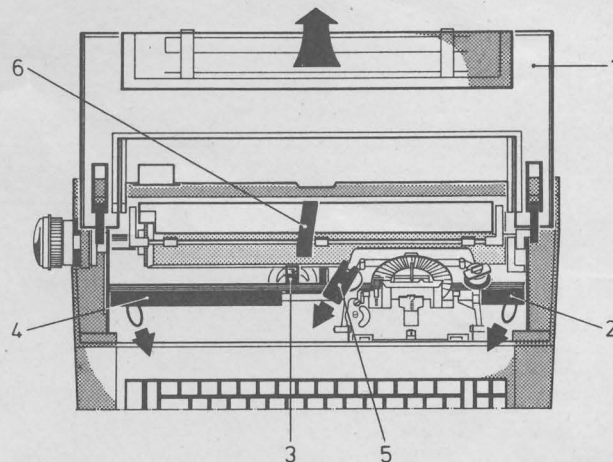

Fig. 1
5. Gelbe Transportsicherung (4) auf der linken Seite in Pfeilrichtung entfernen (Abb. 1).
6. Gelbe Transportsicherung (5) in Pfeilrichtung entfernen.
7. Klebestreifen (6) abziehen.
1. Open ribbon spool cover (1), mind accessories.
2. Remove the yellow transport safety (2) of the typing element on the right side in arrow direction (fig. 1).
5. Remove yellow transport safety (4) on the left side in arrow direction (fig. 1).
6. Remove yellow transport lock (5) in arrow direction.
7. Pull off adhesive tape (6).
1. Ouvrir le couvercle (1), faire attention aux accessoires d'origine.
2. Enlever en direction de la flèche la sécurité jaune de transport (2) du véhicule d'écriture qui se trouve sur le côté droit (fig. 1).